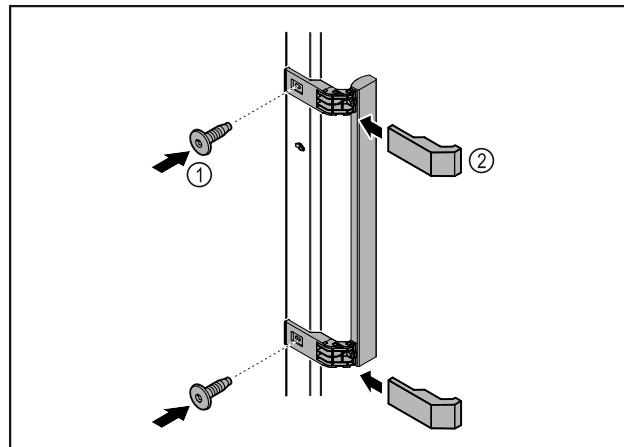

Fig. 6
- Τοποθετήστε τη λαβή από τη συσκευασία με τις βίδες Fig. 6 (1) στην πόρτα.
- Τοποθετήστε το κάλυμμα Fig. 6 (2).